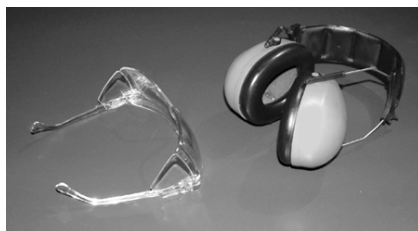

Figure 1
L'opérateur de ce pistolet ainsi que toutes les autres personnes dans l'espace de travail doivent porter des lunettes de sécurité avec des écrans latéraux rigides. Voir Figure 1.
pour éviter la possibilité de perte auditive. Voir Figure 1.
1. Porter des lunettes de protection et une protection auriculaire comme cela est recommandé dans les consignes de sécurité en Figure 1.